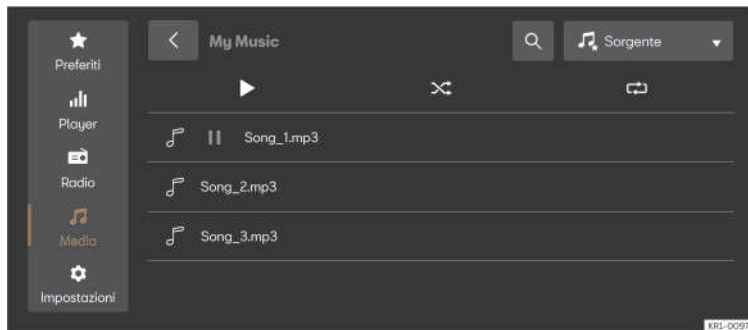

Fig. 157 Rappresentazione schematica: Visualizzazione multimediale.
- Premere **HOME** > **▶** > **♪** >>> **fig. 157**.